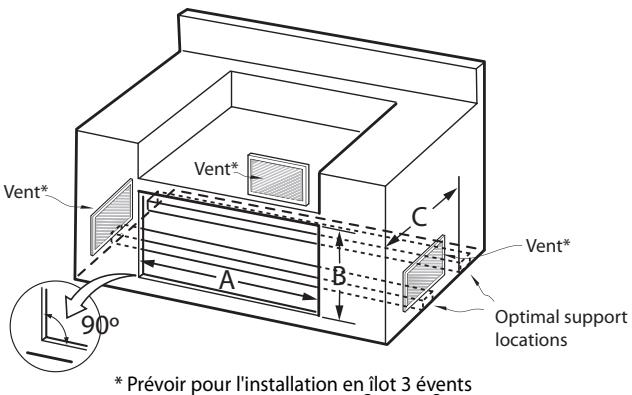

Fig. 3
- Effectuez une découpe dans votre armoire ou îlot avec les dimensions suivantes (Fig. 3) :